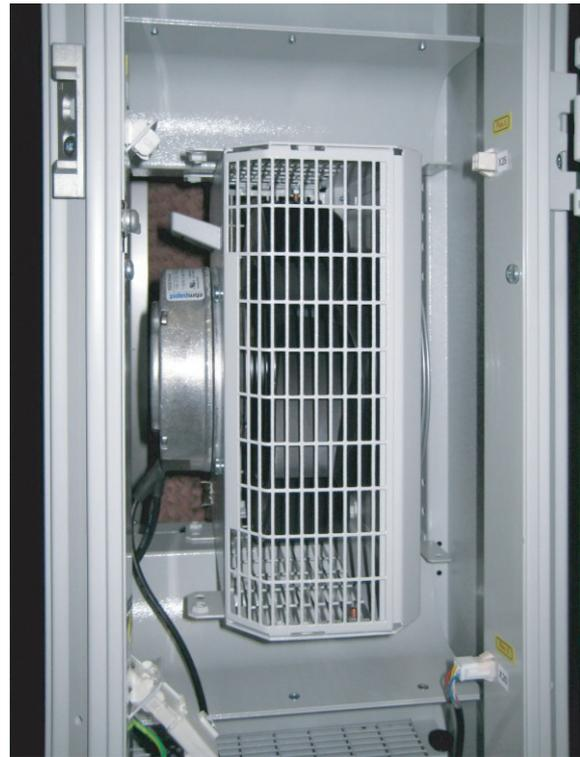

Fig. 42 : module de ventilation tourné dans son logement
- Tournez le module ventilateur de 90° dans son logement à tiroir (fig. 42).